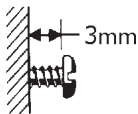

Abbildung 2
- Fixieren Sie die mitgelieferte 32mm Schraube in der Wand, wobei der Schraubenkopf 3 mm (1/8") aus der Wand herausragt. (Abbildung 2.)